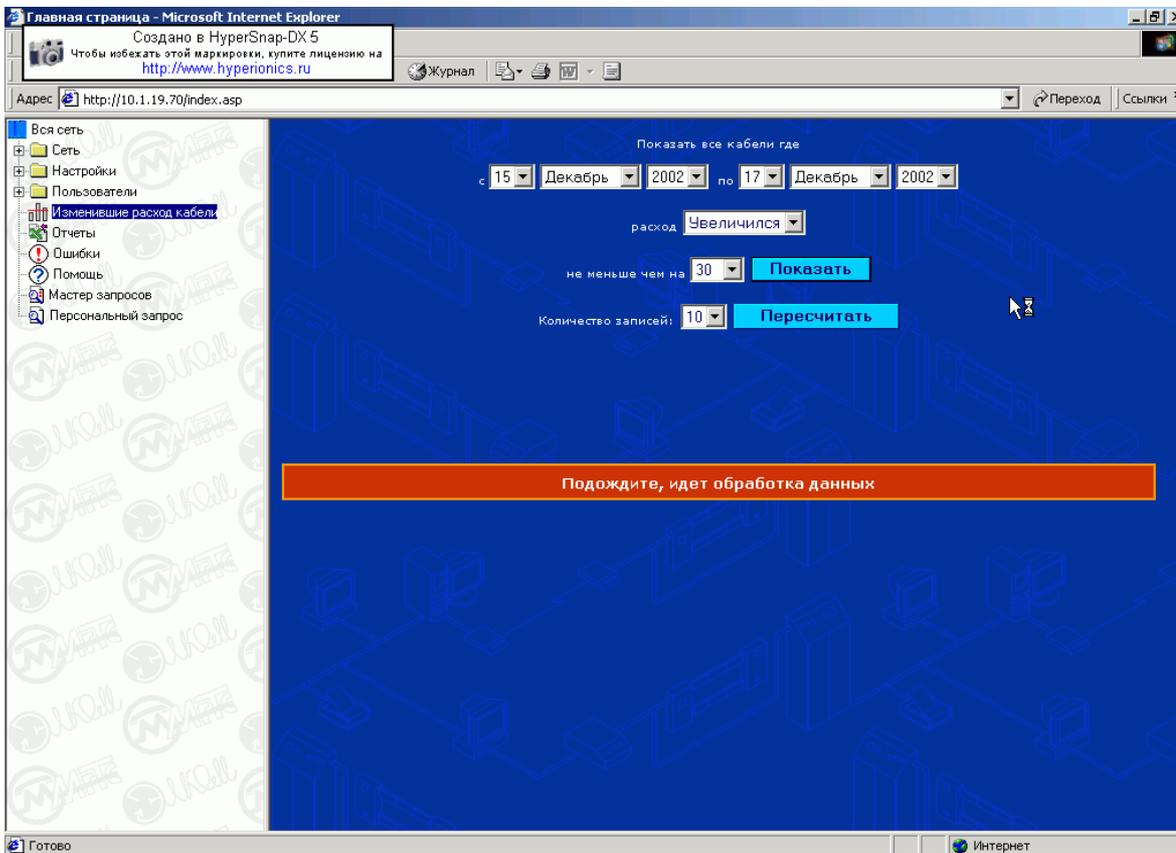

Рис. 26
- 4) Нажмем кнопку «Показать». Программа начнет процесс отбора интересующей информации. В зависимости от объема данных это может занять несколько минут (Рис. 26).